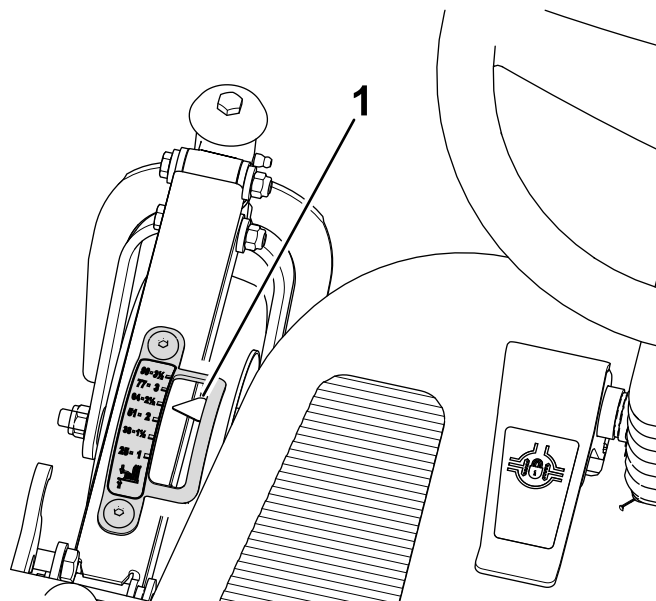

Figura 105
2. Sedetevi sul sedile dell'operatore e controllate il puntatore dell'indicatore dell'altezza di taglio (Figura 105).
- B. Ruotate la biella fino a quando il puntatore dell'indicatore dell'altezza di taglio osservato dal sedile dell'operatore non è allineato al segno di 64 mm (Figura 105 e Figura 106).